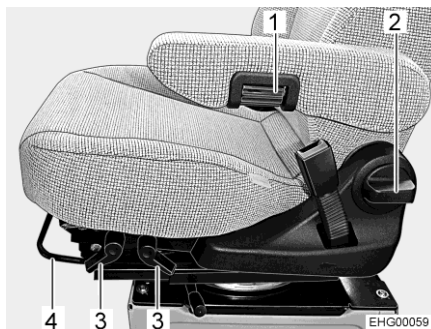

Bild 14 Stolinställning (Aguti GIS Liner)
- Drag upp bygeln (Bild 14,4).
- Drag motsvarande spak (Bild 14,3) uppåt.
- Vrid (Bild 14,2) handtaget.
- Vrid på det räfflade hjulet (Bild 14,1) för att göra fininställningen. Beroende på vridriktning lutar armstödet framåt eller bakåt.